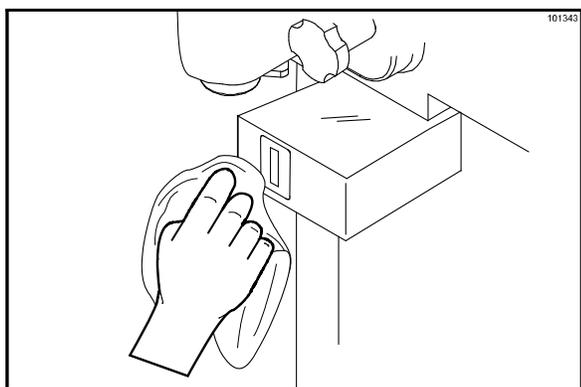

図38
30. きれいな湿った消毒タオルを使用し、ポーションコントロールセンサーを丁寧に拭いてミックスの残留物を落とします。センサーシールに損傷がある場合には交換します(図38を参照)。